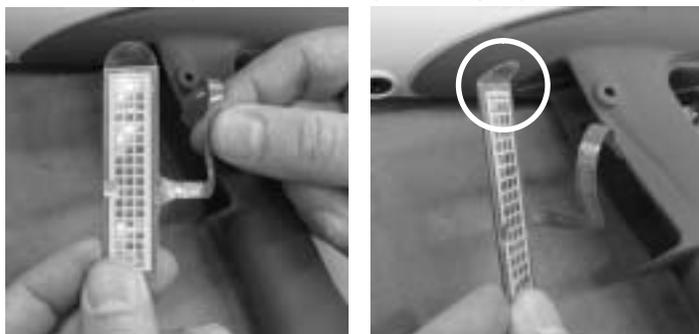

Рис. 6-10 Установка выключателя спускового устройства – операция 3
3. См. рис. 6-10. Выпрямить ленточный кабель, а затем отогнуть язычок в верхней части перпендикулярно выключателю.